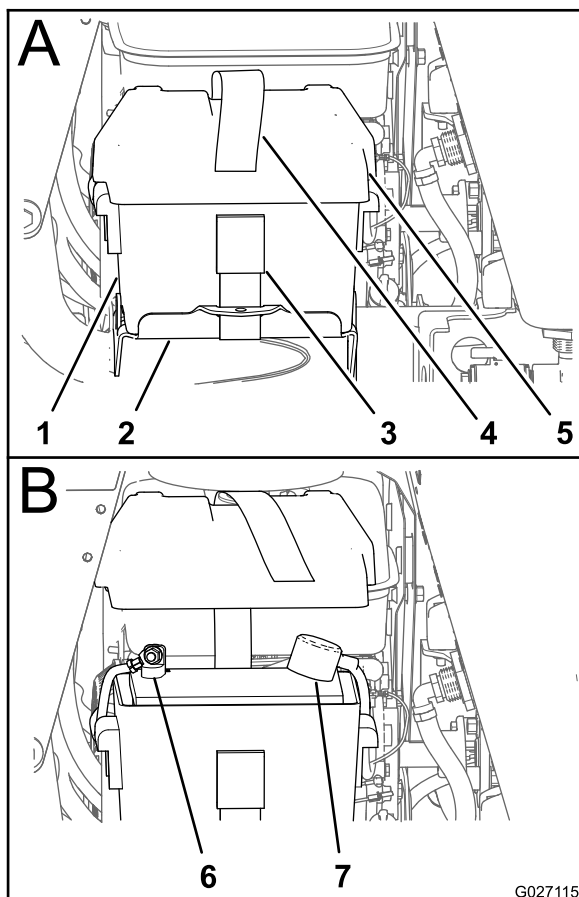

Figure 3
1. Déposez le couvercle du bac à batterie (Figure 3).
2. Connectez le câble positif à la borne positive (+) de la batterie au moyen d'un boulon à embase et d'un écrou à embase (Figure 3).
3. Connectez le câble négatif à la borne négative (-) de la batterie au moyen d'un boulon à embase et d'un écrou à embase (Figure 3).
4. Reposez le couvercle sur le bac à batterie et fixez le couvercle ainsi que le bac sur le support de la batterie à l'aide de la sangle (Figure 3).